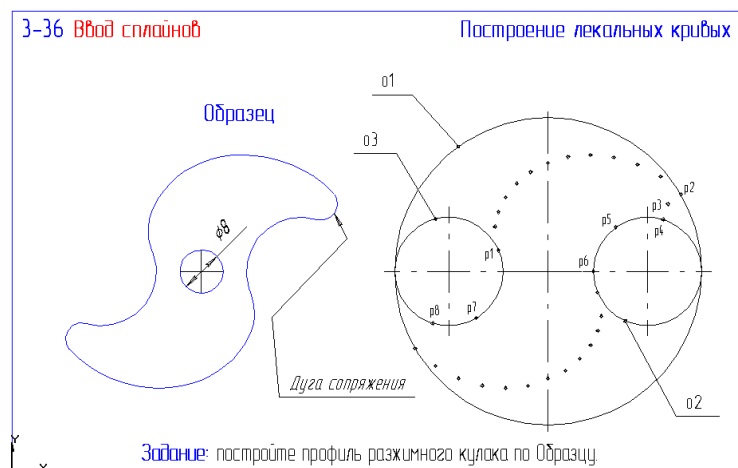

Рис. 42
44. Откройте файл фрагмента 3-36 (рис. 42).